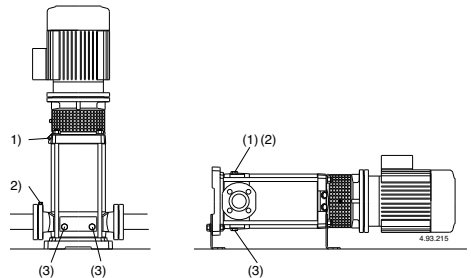

Рис. 3 (1) Наполнение и отдушина
При положении насоса **выше уровня перекачиваемой жидкости** (работа в режиме всасывания, **рис. 2А**) или при недостаточной высоте напора (менее 1 м) для открытия обратного клапана наполните всасывающую трубу и насос через соответствующее отверстие (1) (**рис. 3**).
Во время наполнения винт со штифтом (14.17) в сливной пробке (14.12) должен быть откручен, чтобы имелось соединение между камерой подающей части и камерой всасывающей части (**рис. 3а**).
Рис. 3а Наполнение: внутренний проход открыт
Рис. 3б При работе: внутренний проход открыт
(2) Отдушина на всасывании
(3) Слив
При работе **под гидравлическим напором** (**рис. 2В**) наполняйте насос, медленно открывая задвижку на всасывающей трубе до полного раскрытия; при этом, задвижка в подающей трубе и отдушны (1) и (2) должны быть полностью открыты (**рис. 3**), чтобы выпустить воздух.
**Во время наполнения держите открытыми отдушны (1) и (2) только в том случае, если поступающая жидкость, по своей природе, учитывая ее температуру и давление, не опасна.**
Закрыть отдушину (1) и (2) (рис. 3).
Для МХV-B, МХV(L) 25-32-40 е МХV(L)4 25-32-40 Затяните игольчатый винт (14.17) в сливной заглушке (14.12) (рис. 3б) и закройте отверстие для выпуска воздуха (14.04).
Если заливка прерывается (непостоянный поток на подаче при открытых задвижках) или если давление на манометре колеблется, провести повторный выпуск воздуха на всасывании (2), проверить герметичность всех соединений всасывающей трубы и крепко затянуть выпускную заглушку (2) и сливные заглушки (3) со стороны всасывания (рис. 3).
По возможности, как в случае временной работы с грязными жидкостями, прокачайте через насос немного чистой воды для удаления осадков. Либо, после слива воды, промывь насос, залив не менее 40 л чистой воды в заливочное отверстие (1) со стороны подачи и дайте ей выйти через сливное отверстие (3) со стороны всасывания (рис. 3).
При продолжительных простоях, когда существует опасность замораживания, необходимо слить из насоса всю жидкость. Снять обе заглушки (14.12.) – поз. 3, рис. 3.
Перед разборкой насоса закройте задвижку на всасывании и подаче и слейте жидкость из корпуса насоса (рис. 3).